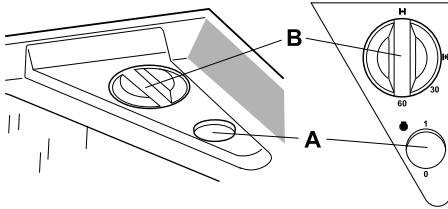

Fig. 7
A. Tryckknapp för belysning.Fig. 7
B. Vred för spjäll.Fig. 7